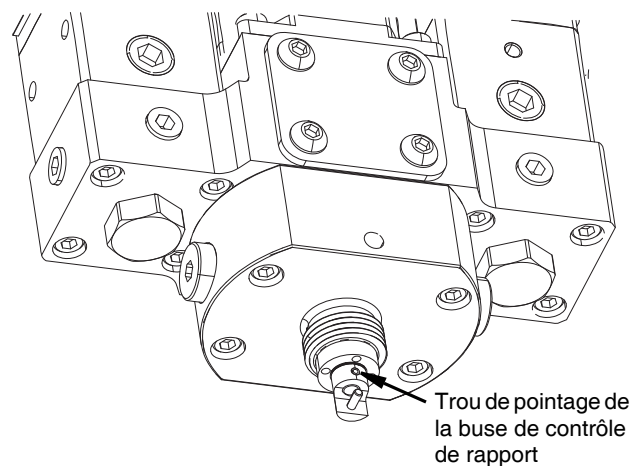

FIG. 23
- Nettoyer l'embout de la buse avec un solvant compatible. S'assurer que le trou de pointage de la buse de contrôle de rapport est exempt de matériau. Voir FIG. 23.